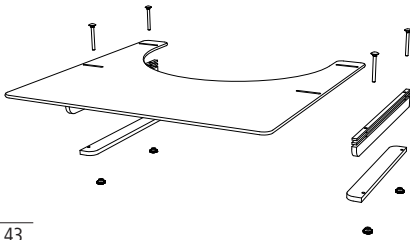

Рис.43
1. Послабте затискний важіль (1, рис. 43).
3. Після налаштування знову надійно затягніть затискний важіль (1, рис. 43).